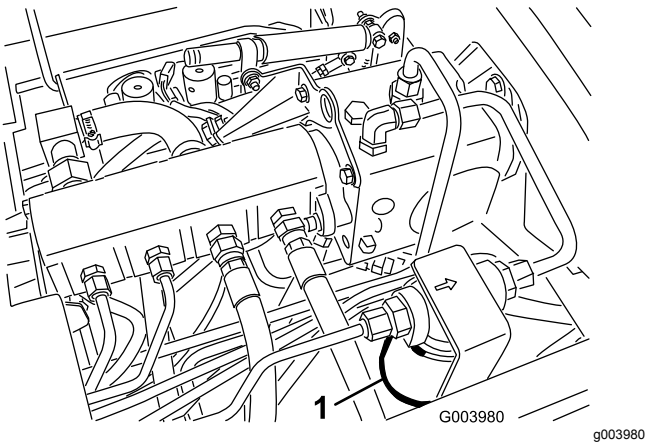
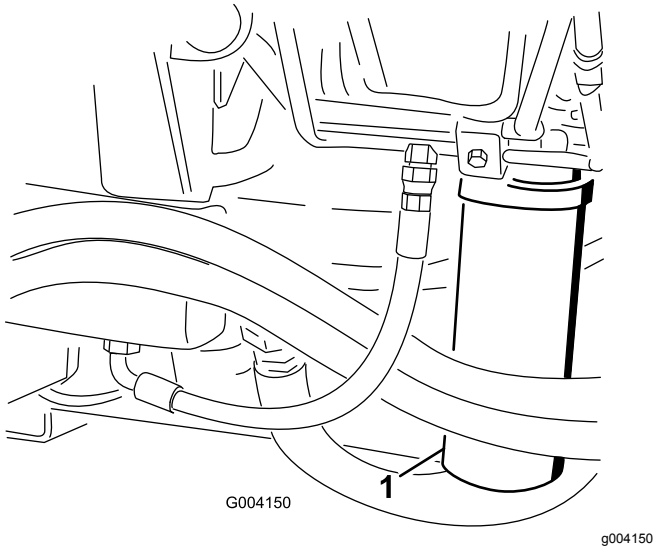

Figura 69
Figura 70
2. Limpie la zona alrededor de la zona de montaje del filtro y coloque un recipiente debajo del filtro (Figura 69 y Figura 70).